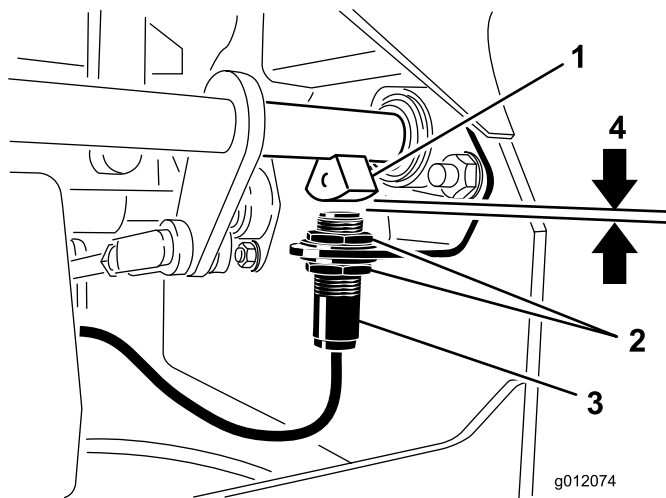

Figura 53
4. Figura 53 Spostate il microinterruttore verso l'alto o il basso, lungo la staffa, fino a quando la distanza tra il sensore dell'albero del freno e il pulsante del microinterruttore è di 3,9 mm).